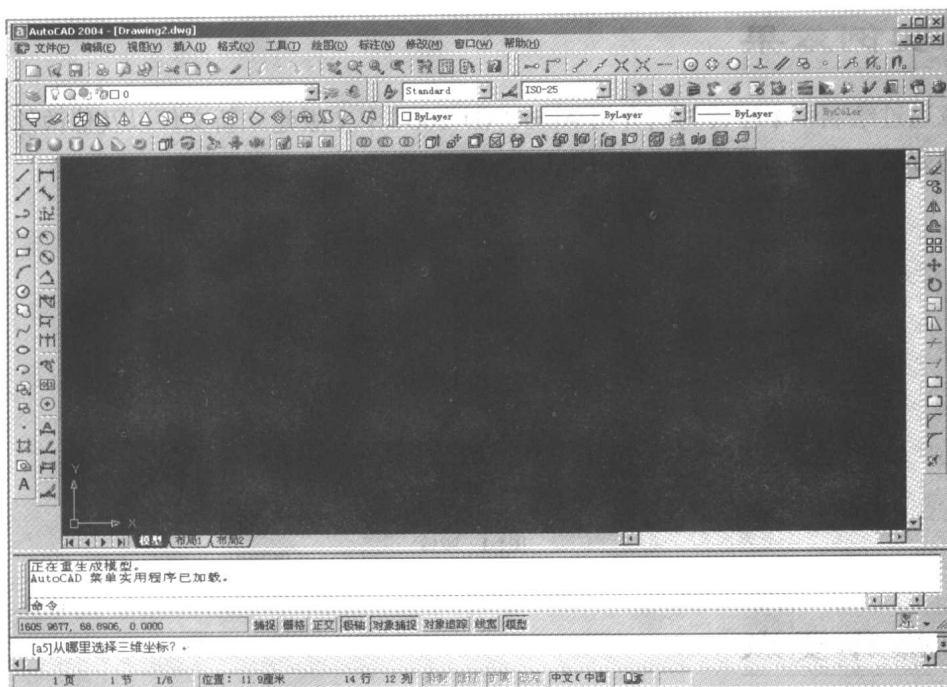

图1-3 绘图窗口
- 不用修改任何参数，单击 **打开(O)** 按钮，这样就建立了新的 AutoCAD 文件并进入绘图窗口，如图 1-3 所示（读者打开的窗口可能和本图略有不同，这是因为系统没有将工具栏全部显示在绘图窗口。读者可以将自己常用的工具栏显示出来，具体设置参见技巧归纳部分）。